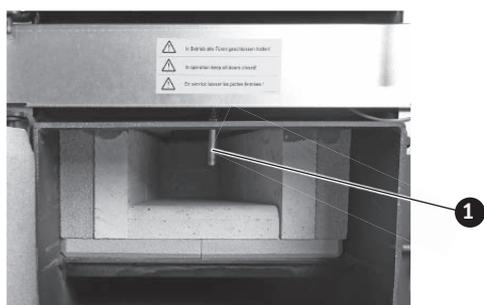

Fig. 63 Nettoyage de la sonde Thermocontrol
- ▶ Éliminer toute trace de suie présente sur la sonde Thermocontrol à l'aide d'un pinceau ou d'un chiffon doux – Fig. 63.